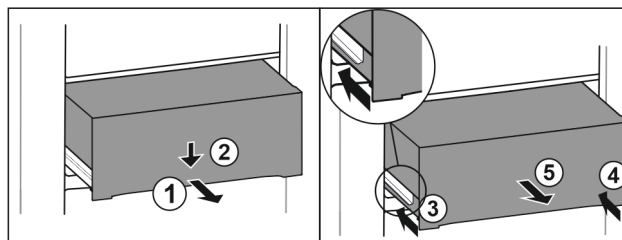

Fig. 99
- ▶ Extrageți pe jumătate sertarul. Fig. 99 (1)
- ▶ Apăsați în jos sertarul pe partea frontală. Fig. 99 (2)
- ▶ Inșerați șina stângă aproximativ 2 cm. Fig. 99 (3)
- ▶ Inșerați șina dreaptă aproximativ 2 cm. Fig. 99 (4)
- ▶ Extrageți sertarul spre înainte. Fig. 99 (5)